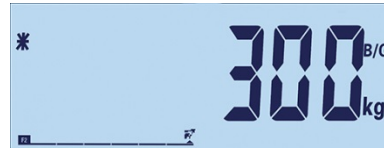

Figure 2-23 : Affichage de la valeur de la pesée d'animaux
2. Le poids moyen sera affiché et accompagné d'une étoile comme sur la Figure 2-23.